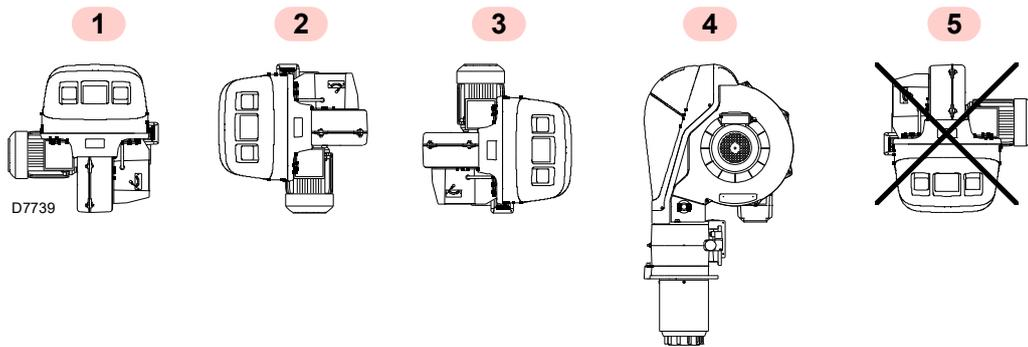

Fig. 15
- Il bruciatore è predisposto esclusivamente per il funzionamento nelle posizioni **1, 2, 3 e 4** (Fig. 15).